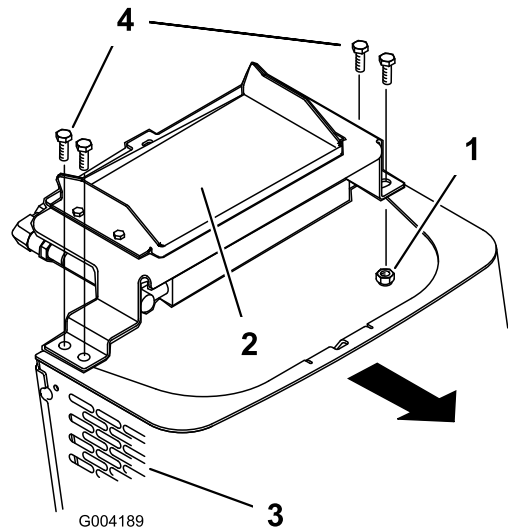

**Bild 27**
2. Lockern Sie die Schrauben, mit denen der Ballast befestigt ist (Bild 27).
3. Entfernen Sie die Schlossschrauben und Muttern, mit denen die schräge Platte befestigt ist (Bild 27).
10. Schieben Sie die schräge Platte zwischen den Rahmen und dem Ballast und befestigen Sie sie mit den vorher abgenommenen Schlossschrauben und Muttern am vorderen Gitter (Bild 27).
11. Ziehen Sie die Schrauben an, mit denen der vordere Ballast befestigt ist (Bild 27).